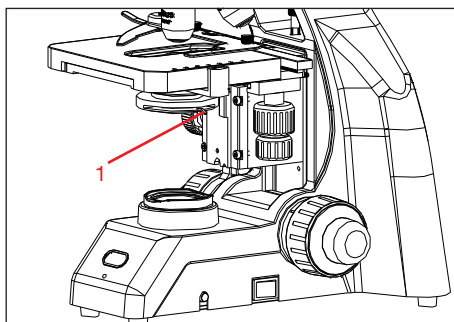

fig. 17
**Regulador de la apertura del diafragma de iris (fig. 17)**